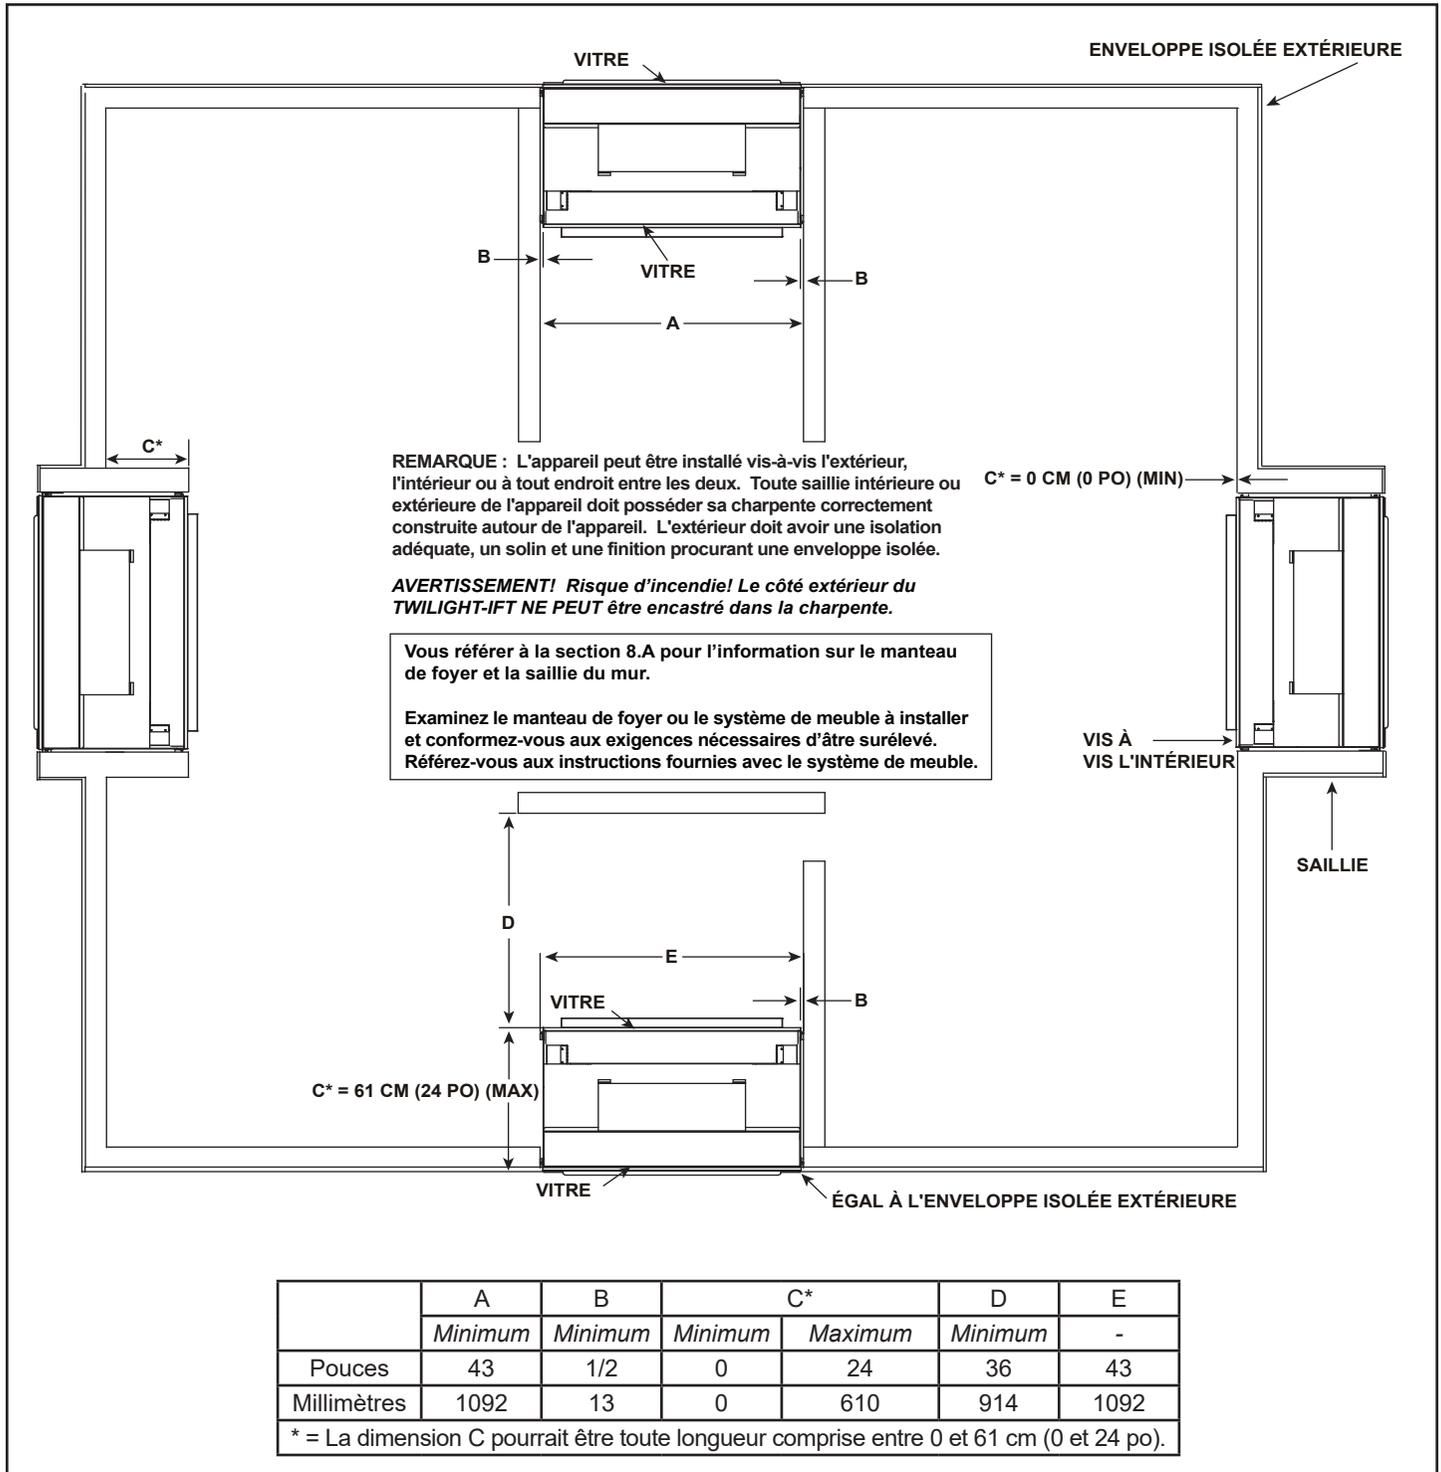

Figure 3.2 Emplacements de l'appareil
Quand on choisit l'emplacement de l'appareil, il est important de prévoir des dégagements par rapport aux murs (voir figure 3.2).
- Se référer aux figures 3.2, 3.3 et 3.4 pour les spécifications de dégagement.